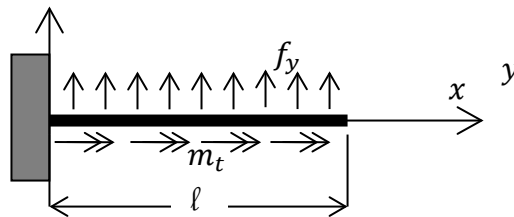

Figure 1 : Schéma du modèle de poutre pour l'étude de l'aile (axe  $z$  sortant du plan de la figure)
On considère une aile droite rectangulaire de corde (largeur)  $c$  constante et envergure (longueur)  $\ell$ , que nous pouvons modéliser comme une poutre droite de section constante. En condition de vol, l'aile est investie par un écoulement de vitesse  $V$  : on fixe un référentiel où l'axe  $x$  est aligné avec l'axe de l'aile (axe élastique, par rapport auquel on écrit les équations d'équilibre), l'axe  $y$  est dirigé vers le haut et l'axe  $z$  sera donc aligné avec la vitesse  $V$  de l'air (voir schéma de l'aile en Figure 1).
**Question 1 : mise en équations (formulation forte).** En faisant référence au schéma de la Figure 1, rappeler les équations d'équilibre dynamique de la poutre en termes de la résultante  $\mathbf{R}$  et du moment résultant  $\mathbf{M}$  des efforts de cohésion (l'abscisse curviligne est ici  $x$  le long de l'axe élastique et le vecteur unitaire tangent est  $\boldsymbol{\tau} = \mathbf{e}_x$ ). On note  $\mathbf{f} = f_y \mathbf{e}_y$  les forces